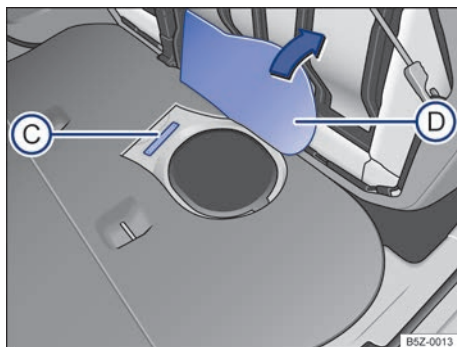

Fig. 202 Debaixo do banco traseiro sob o revestimento do assoalho (D): número de identificação do veículo (C).
O número de identificação do veículo está localizado debaixo do banco traseiro sob o revestimento do assoalho → Fig. 202 (C). Para encontrar o número de identificação do veículo, rebater o banco traseiro e levantar o revestimento do assoalho → Fig. 202 (D).